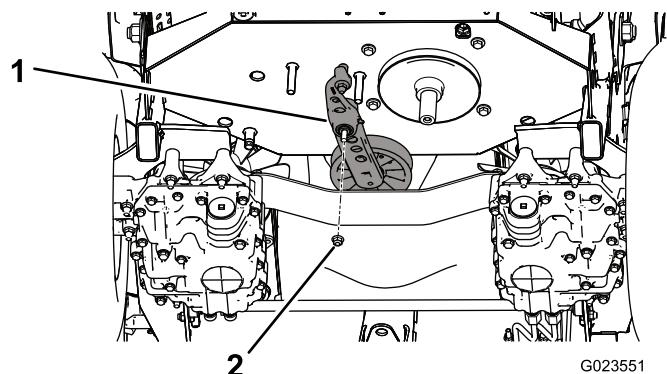

Figura 56
- Retire la tuerca que sujeta el conjunto tensor al bastidor (Figura 56).